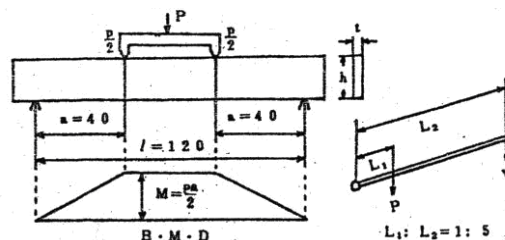

図3 負荷部詳細
(3) 切欠き底曲率半径 ρ を $\rho = 4, 6, 8, 10$ mm と4種類に変えたエポキシ樹脂の試験片を光弾性実験装置に取り付け, 図3のように負荷を与えて等色線縞次数を読み取る。